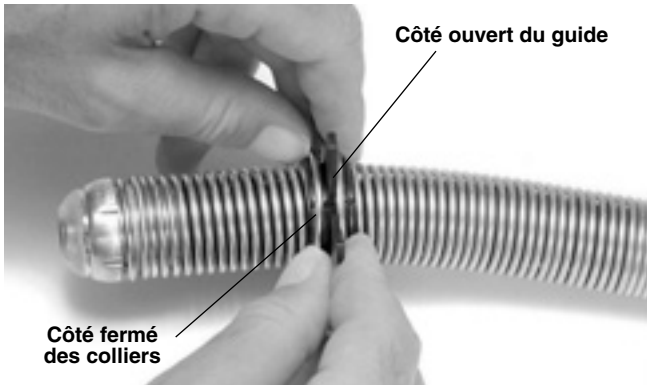

Figure 22 – Engagez les colliers dans les rainures du guide de centrage. Assurez-vous que les ouvertures des colliers se trouvent à 180° de celle du guide.
2. Orientez les ouvertures des colliers à 180° de celle du guide (Figure 22).
3. Engagez les colliers dans les rainures de part et d'autre du guide de centrage. Cela sera plus facile en engageant d'abord la partie fermée du collier et en travaillant vers son ouverture (Figure 22).